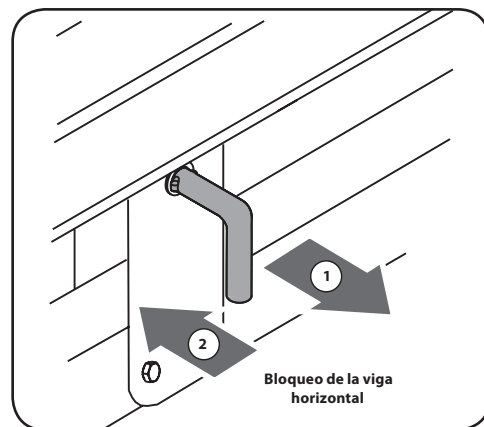

Figura 4-3
- b. El bloqueo de la vigueta horizontal se traba automáticamente. El bloqueo a resorte encaja a presión en su lugar cuando la vigueta se baja a esta posición. Vea la Figura 4-3.